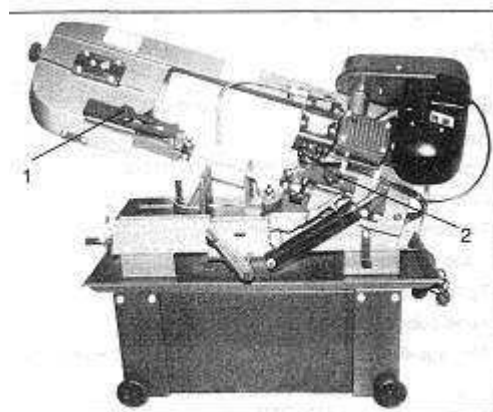

Fig.6
2. Desserrez le bouton (1, fig. 6) et le bouton (2). Faites coulisser les ensembles guide-lame aussi près que possible du matériau sans gêner la coupe.
3. Serrez le bouton (1) et le bouton (2) et branchez la machine.